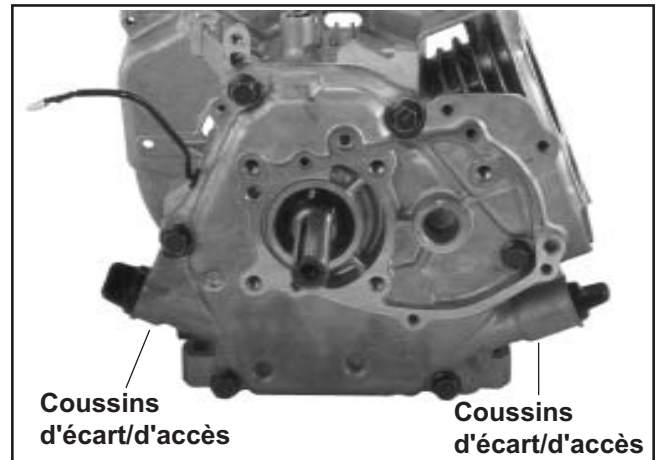

Figure 9-75. CS4, CS6 Vis de montage de la plaque de fermeture.
- Retirer les vis à bride hexagonale rattachant la plaque de fermeture au carter (six sur les CS4 et CS6 ; huit sur le CS8.5-12). Voir les Figures 9-75 et 9-76.
- Trouver les coussinets d'écart/d'accès sur la plaque de fermeture. Voir les figures 9-75 et 9-76. Ces zones permettent de séparer la plaque de fermeture du carter à l'aide d'un tournevis plat ou en tapotant avec précaution avec un marteau en plastique.